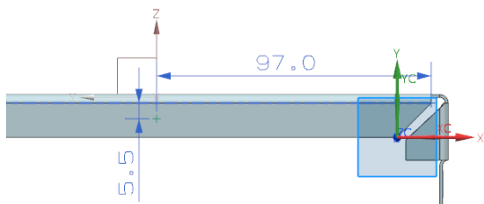

图 5-99 定位尺寸
(2) 在“直径”和“深度”文本框中都输入 5。
(3) 在视图区选择图 5-98 所示的面 4 为孔放置面, 进入草图绘制环境, 绘制图 5-99 所示的草图。单击“完成”按钮, 草图绘制完毕。